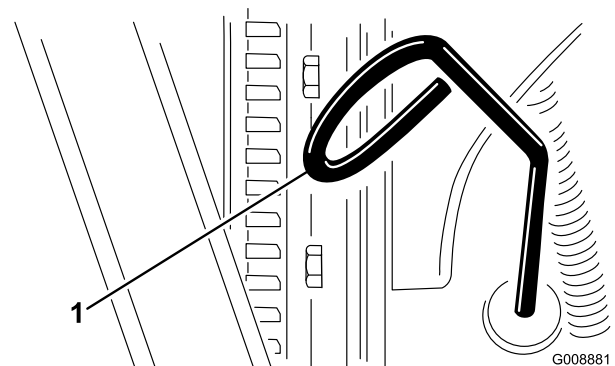

Figura 24
2. Retire a vareta (Figura 24) e limpe-a com um pano limpo.